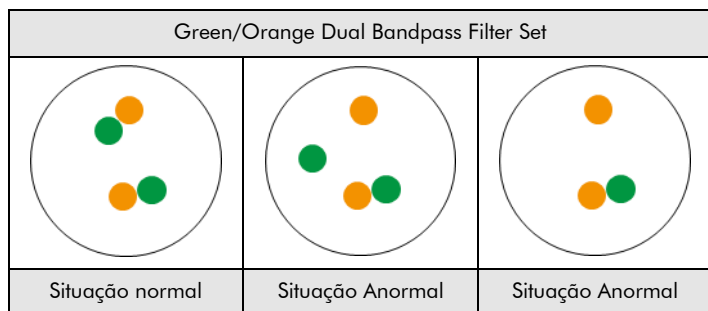

Fig. 2: Resultados esperados em núcleos normais e anormais.
**Situação normal:** Nas interfases de células normais ou de células sem uma translocação que envolva a região do gene NTRK2, aparecem dois sinais de fusão verde/laranja (ver Fig. 2).
**Situação anormais:** Uma região do gene NTRK2 afectada por uma translocação é indicada por um sinal verde separado e um sinal laranja separado. Os sinais laranja isolados resultam de deleções próximas da região do ponto de quebra NTRK2 ou devem-se a translocações desequilibradas que afectam esta região cromossómica (ver Fig. 2).